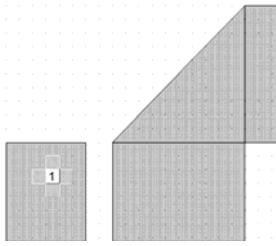

Рис. 4.90
14. Щёлкните по значку **Copy** и затем по значку **Paste** на панели инструментов. Щёлкните правой кнопкой мышки, чтобы развернуть скопированную перемычку, и поместите её, как показано на рис. 4.90.